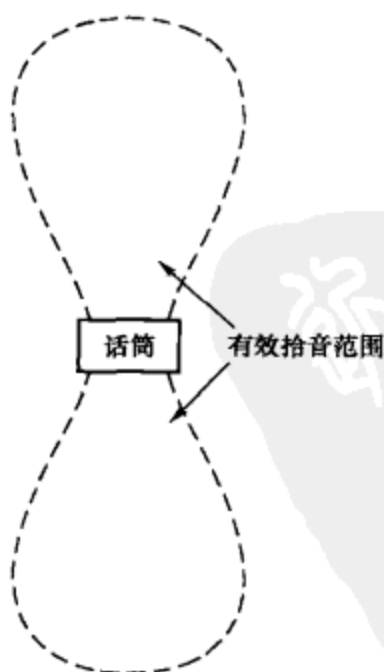

图 5-79
(3) 双向指向性传声器其正面和背面具有基本相同的灵敏度,两侧灵敏度较低,有效拾音范围在传声器的前方和后方,如图 5-79 所示。